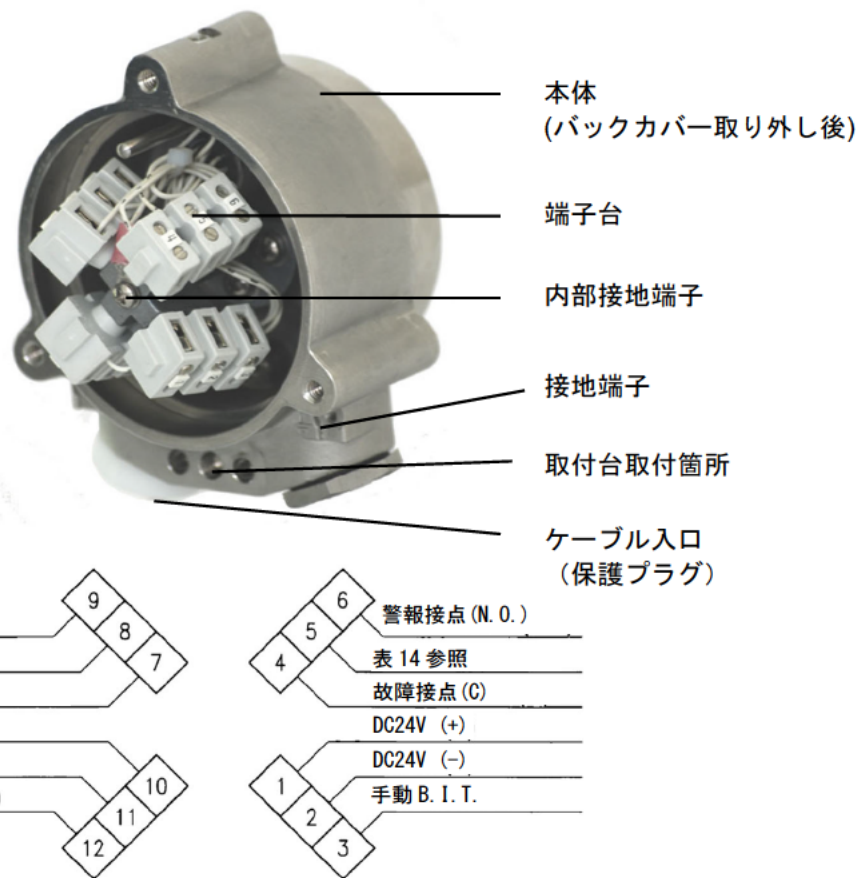

図 8：端子台
本セクションでは、本体への配線方法について説明します (図 8)。
5. 端子台(図 8) と表 14 に従い、ケーブルを所定の端子に接続します。
7. 配線が正しく接続されていることを確認して下さい。配線を誤って接続した場合、本器が破損する恐れがあります。また、バックカバーを閉じる際に配線が干渉しないようにして下さい (図 8)。